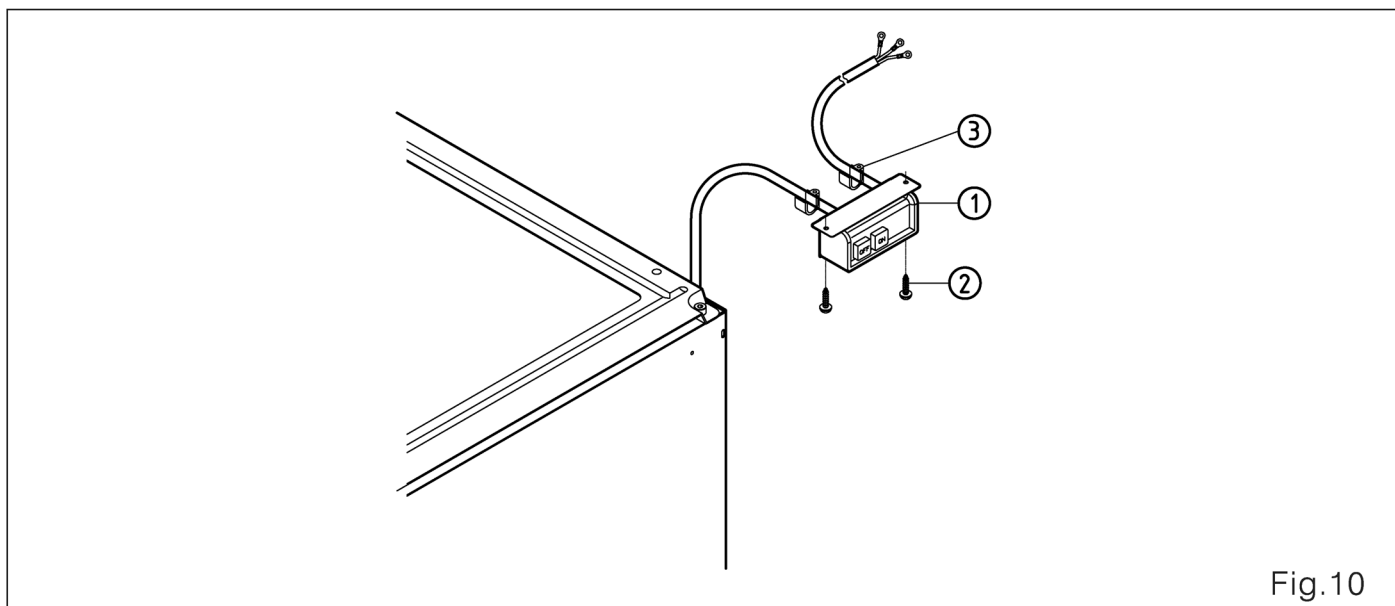

Fig.10
- (1) Instale o interruptor de energia (Fig.10) Fixe o interruptor de energia ① sob a mesa pelo parafuso para madeira ② . Use o encaixe fixo ③ para fixar o cabo baseando-se no uso.